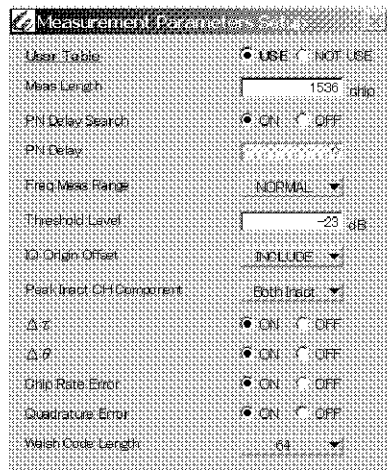

図 A-7 [User Table] を使用するときの [Measurement Parameters Setup] ダイアログ・ボックス
2. **[Measurement Parameters Setup]** ダイアログ・ボックスの **[User Table]** オプション・ボタンを **[USE]** に設定します。1 で設定したユーザ・テーブルを使用する設定になります。(図 A-7)